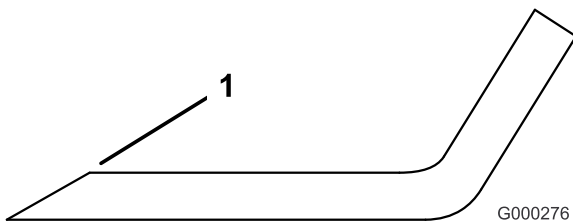

Figure 79
1. Au moyen d'une lime, affûtez les tranchants aux deux extrémités de la lame (Figure 79).